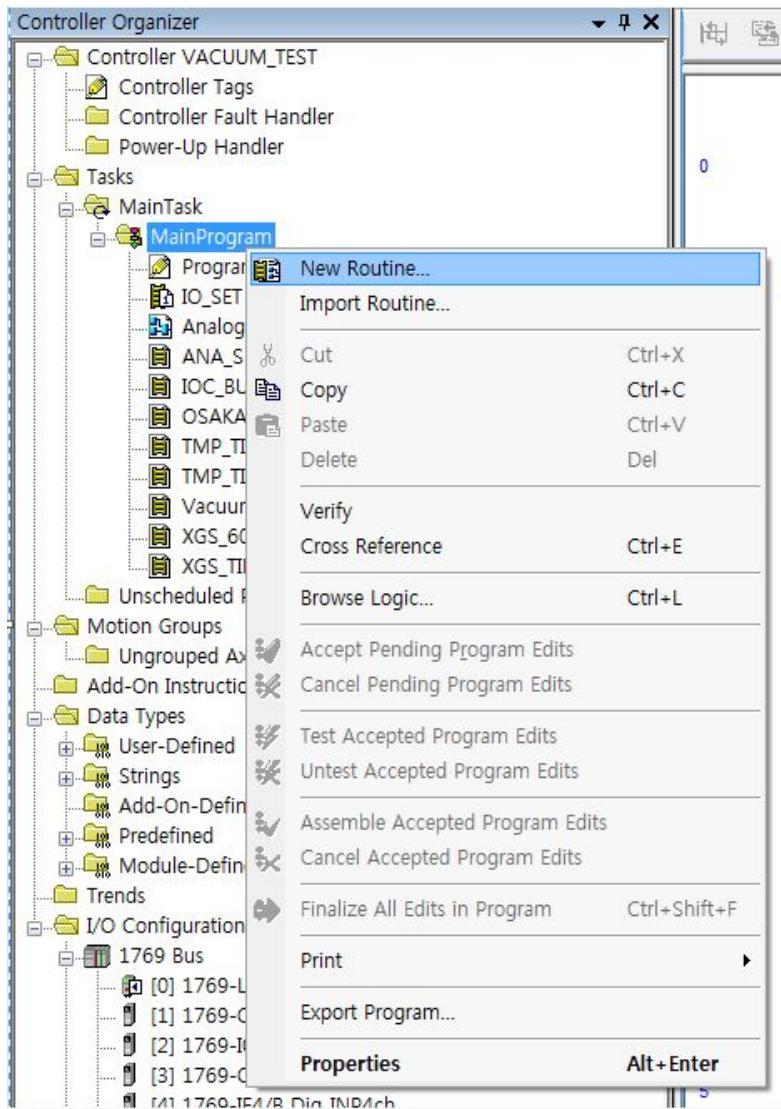

Figure 8
- 1) Figure 8과 같이 RSLogix5000 좌측 상단부의 Controller Organizer에서 MainProgram → NewRoutine 을 선택한다.